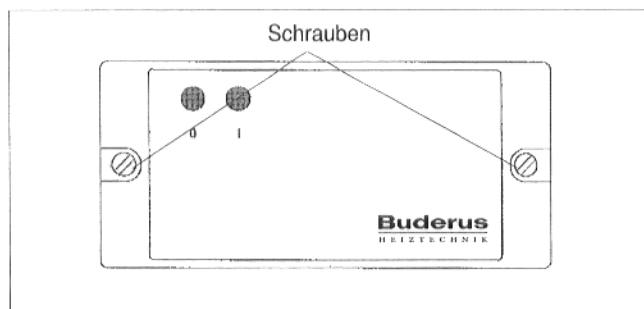

Abb.14: Oberteil Vorderansicht
- Nach Lösen der beiden Schrauben im Oberteil kann dieses nach vorne abgezogen werden (s. Abb. 14)